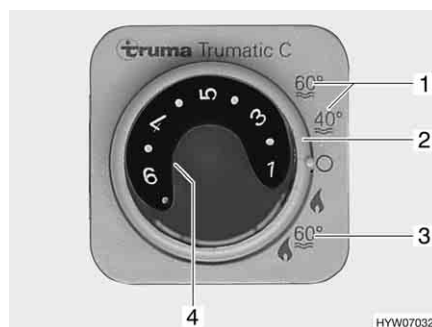

Fig. 40 Unité de commande pour chauffage/chauffe-eau
Le chauffe-eau est intégré au chauffage et fonctionne au gaz. Le chauffe-eau est mis en service au niveau de l'unité de commande (Fig. 40) à l'aide de l'interrupteur tournant (Fig. 40,2).
En régime hiver "Chauffage et chauffe-eau" (Fig. 40,3), l'eau du chauffe-eau est automatiquement chauffée à 60 °C lors de la mise en marche du chauffage. Si le chauffage s'arrête à la température ambiante désirée, le chauffe-eau continue de chauffer jusqu'à obtention de la température d'eau sélectionnée.
En régime été (Fig. 40,1), seulement l'eau du chauffe-eau est chauffée à 40 °C ou 60 °C. L'eau atteint 60 °C au bout d'environ une heure. Le voyant de contrôle jaune (Fig. 40,4) s'allume pendant la phase de chauffage du chauffe-eau.
- Placer l'interrupteur tournant (Fig. 40,2) de l'unité de commande (Fig. 40) sur "Régime été" (Fig. 40,1).
Le voyant de contrôle jaune (Fig. 40,4) s'allume pendant la mise en température. La mise en température est terminée lorsque la température d'eau sélectionnée est obtenue. Le voyant de contrôle jaune s'éteint.
- Placer l'interrupteur tournant (Fig. 40,2) de l'unité de commande (Fig. 40) sur "Arrêt".